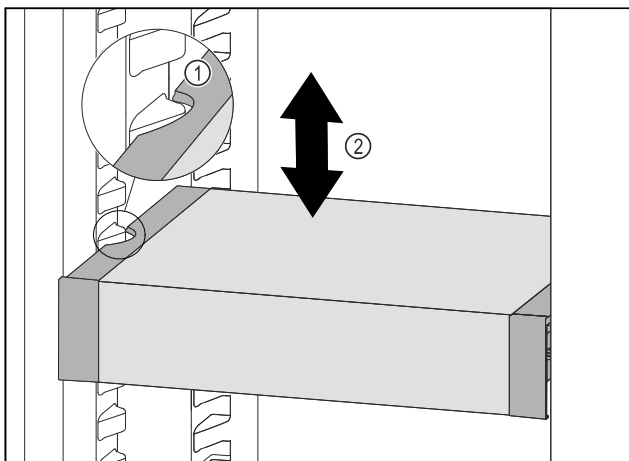

Fig. 58
- ▶ Tirer le VarioSafe vers l'avant jusqu'à ce que les encoches latérales du VarioSafe soient à la hauteur de la nervure du bac dans la partie réfrigérateur. Fig. 58 (1)
- ▶ Déplacer le VarioSafe vers le haut ou vers le bas dans la partie réfrigérateur jusqu'à ce que la hauteur souhaitée soit atteinte. Fig. 58 (2)